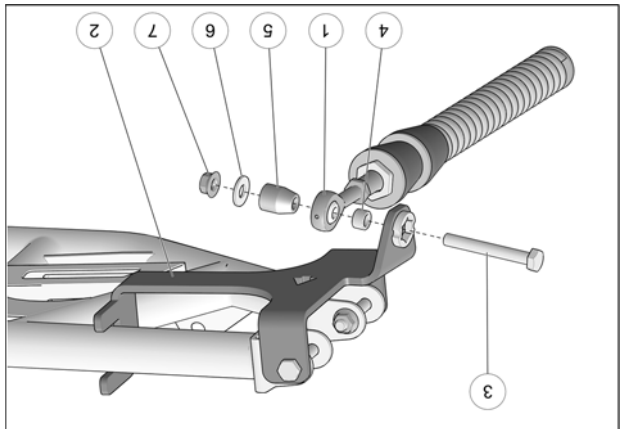

Fig. 8
9. Fixer le bras stabilisateur (1) à l'ancrage de suspension (2) à l'aide du boulon (3), de l'espacer (4), de l'espacer long (5), de la rondelle (6) et de l'écrou autobloquant (7). Serrer à un couple de 70 N•m [52 lb•pi]. Voir la Fig. 8